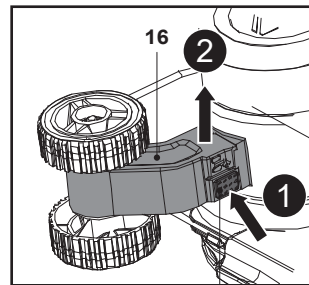

Fig. 3
2. Pulse el botón de liberación (16a) y saque la rueda desbrozadora (16) del soporte de desbrozadora (14a) (Fig. 3).